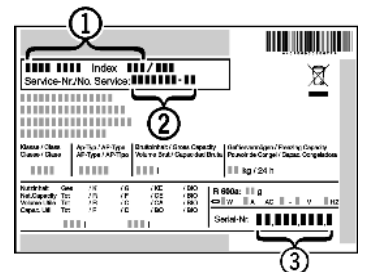

Fig. 10
- ▶ A készülék megnevezését *Fig. 10 (1)*, a szerviz- *Fig. 10 (2)* és sorozatszámot *Fig. 10 (3)* a típustábláról olvassa le. A típustábla a készülék belsejében baloldalon található.
- ▶ Értelmezze a vevőszolgálatot a hibáról, és adja meg nekik a készülék megnevezését *Fig. 10 (1)*, a szerviz- *Fig. 10 (2)* és a sorozatszámot *Fig. 10 (3)*.